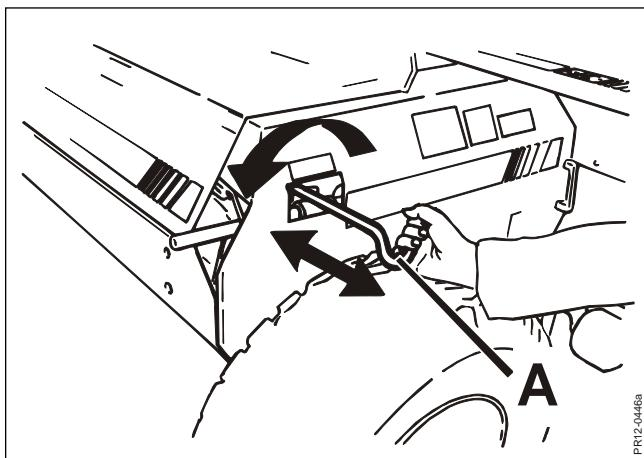

Fig. 4-19
- Fig. 4-19** 3. Slibestenen indstilles, så den står 2-3 mm fra knivene, ved at dreje håndtag A.
- Fig. 4-19** 7. Grib fat i håndtaget **A** og giv forsigtig tilspænding ved at dreje på håndtaget til stenen netop rører kniven. Træk stenen i en glidende bevægelse hen over hele rotoren og tilbage igen. Giv lidt mere tilspænding og gentag bevægelsen hen over hele rotorens bredde, således at knivene i hele rotorens bredde slibes.